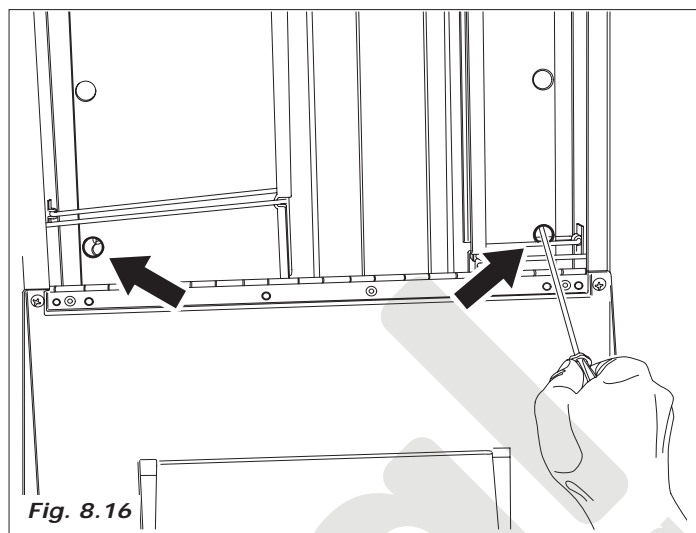

Fig. 8.16
- En el espacio de los vasos, localizar los dos agujeros laterales de acceso a los tornillos (Fig. 8.16) y con un destornillador cruciforme medio con cuerpo largo, aflojar sin extraerlos.